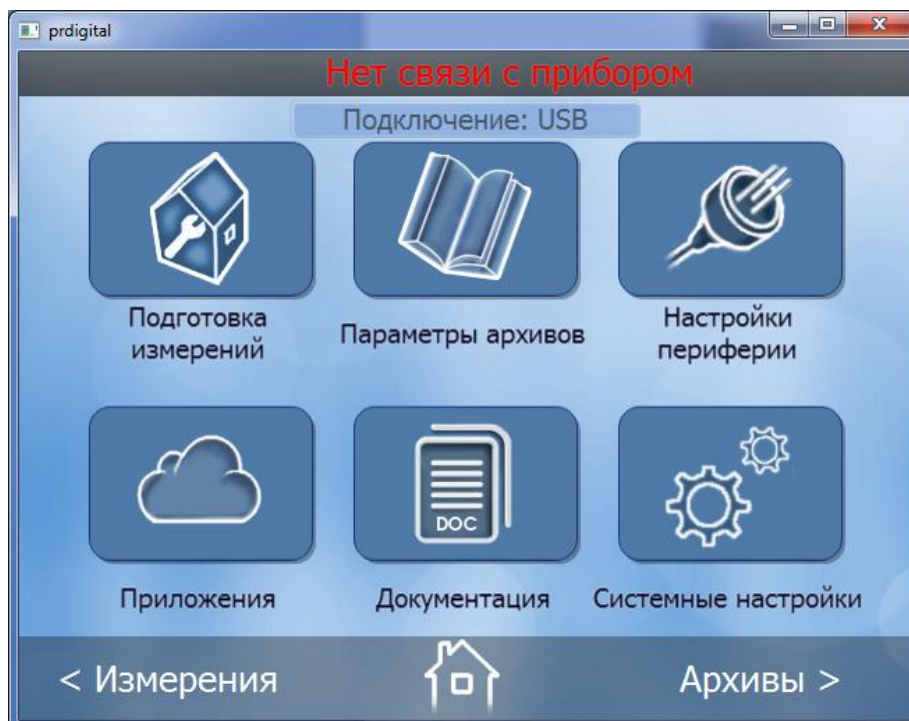

Рис.10. Индикация на ПК при отсутствии связи с расходомером
3.4.8. В случае пропадания связи с ПК (обрыв кабеля, плохой контакт в разъеме), на мониторе ПК в строке состояния программы появляется плавающая надпись красным цветом «**Нет связи с прибором**» (рис.10).